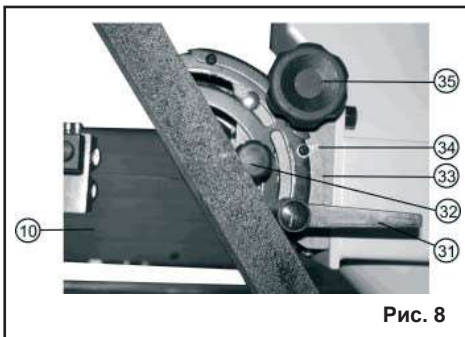

Рис. 8
крепления указателя (34). Указатель (34) установите на угол по шкале (33), соответствующий инструментальному измерению; положение указателя (34) зафиксируйте, Рис. 8.
11.2. Установка рабочего стола под углом к пильной ленте (Рис. 8)